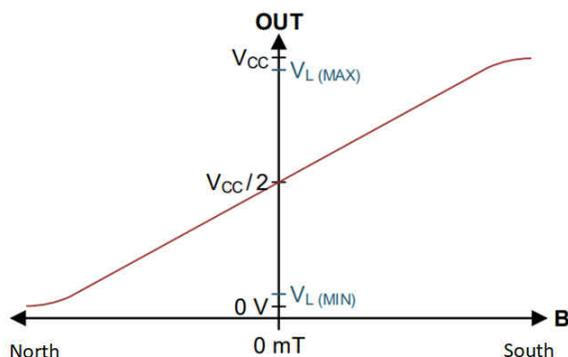

图 2-3. 线性霍尔效应传感器输出
| 图 2-3. 线性霍尔效应传感器输出..... | 3 |
线性霍尔传感器将磁场强度表示为寄存器输出或模拟输出，如图 2-3 所示。如果需要检测磁场的多个轴，德州仪器 (TI) 的 TMAG5170、TMAG5170D-Q1、TMAG5173-Q1 和 TMAG5273 等霍尔效应传感器对磁场的三个轴都很敏感，因此只需一个传感器即可确定磁体的旋转。这些器件采用 CORDIC 算法，可轻松获取磁场角度，而不是根据单独的磁场数据进行计算。线性霍尔传感器的成本高于开关或锁存器，但提供有关旋转的附加数据，甚至可用于确定磁体的绝对角度。